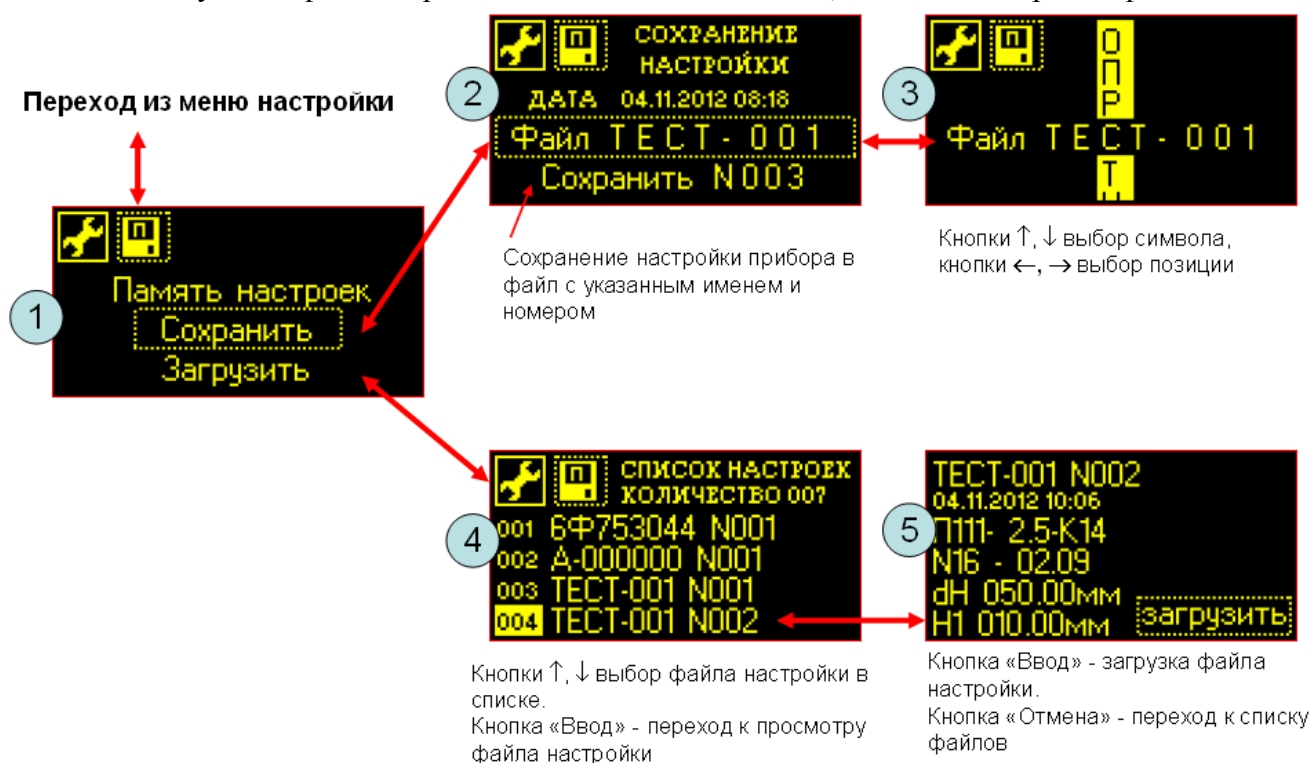

Рис.5.2.6.1. Меню сохранения и загрузки файлов настройки прибора.
Устройство меню для работы с файлами настроек показано на Рис. 5.2.6.1. Здесь имеется две операции (1) – сохранение данных настройки в файл и загрузка их из файла.